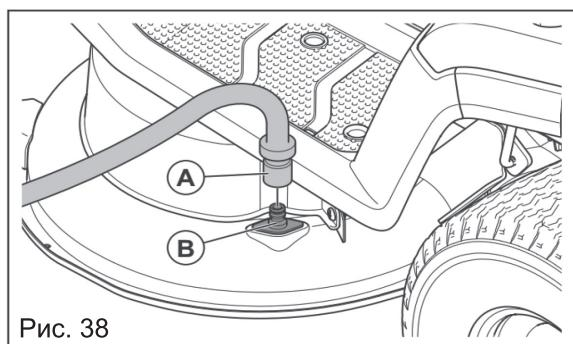

Рис. 38
- Режущая дека оснащена штуцером для подсоединения штанга с возможностью подачи проточной воды для быстрой очистки режущей деки изнутри (Рис. 38).